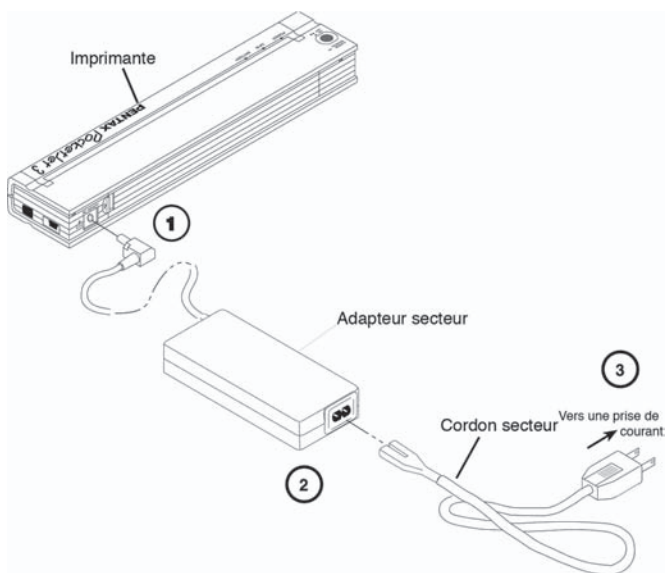

FIGURE 2. Branchement de l'imprimante sur une prise secteur.
1. Raccordez l'adaptateur secteur à l'imprimante comme illustré à la Figure 2.
REMARQUE : La fiche du cordon secteur illustrée à la Figure 2 est compatible avec les prises électriques en usage aux États-Unis, au Canada dans certains pays d'Amérique centrale et d'Amérique latine. Un adaptateur ou un cordon différent peuvent être nécessaires pour le raccordement au secteur dans les autres pays. Renseignez-vous auprès de votre revendeur local ou de l'assistance Pentax.